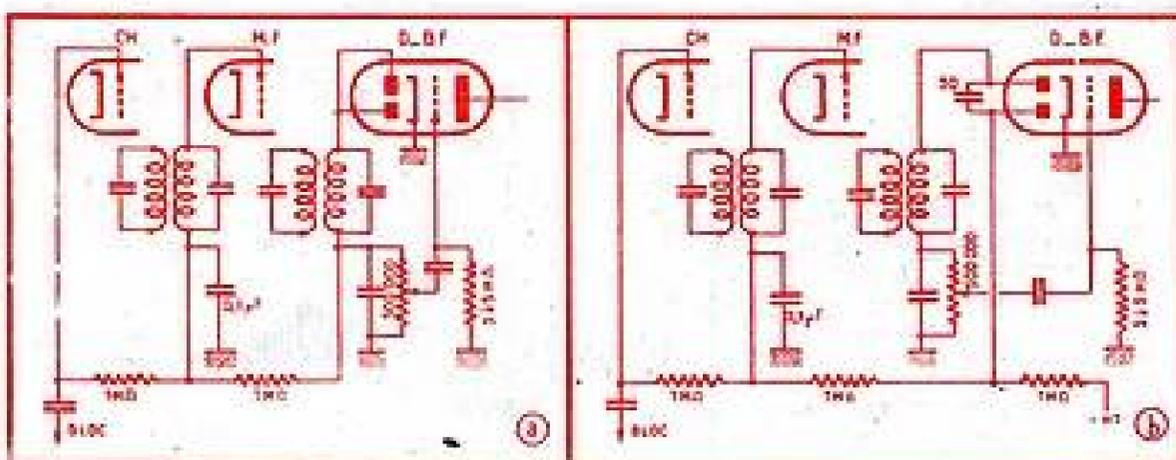

Fig. 2. — a) Antifading ordinaire. b) Antifading différé.
1. — La bobine d'arrêt CK1 qui se trouve dans le circuit anodique de la lampe 35, amplificatrice H.F. (fig. 2 a), est à remplacer par une résistance de 25 000 ohms, 1/2 watt, suivant la figure 2 b.